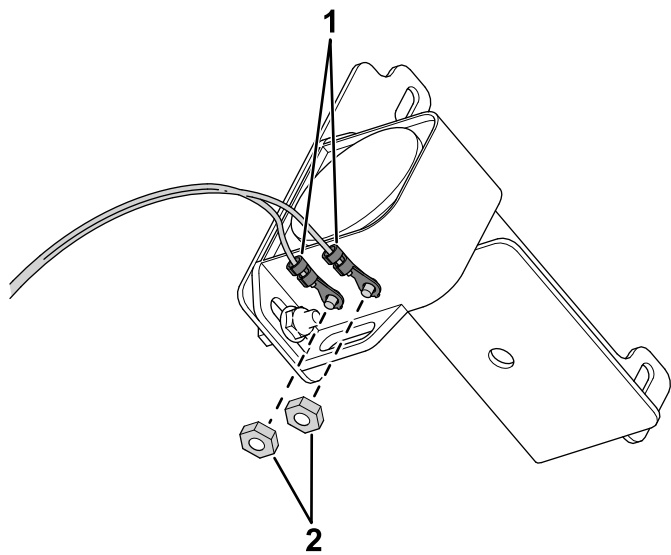

Figura 2
2. Utilice las tuercas existentes de la alarma para fijar los terminales de anillo del arnés de cables a la alarma (Figura 2).